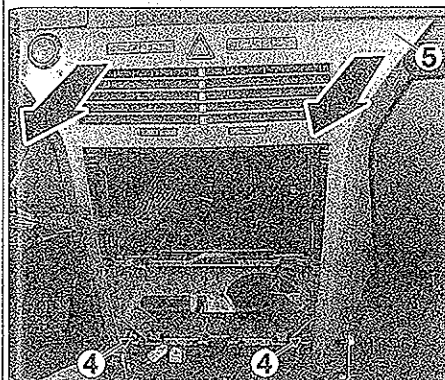

FIG. 25
- Desmontar los dos tornillos de fijación (4) del frontal central (5) del salpicadero (fig. 25).